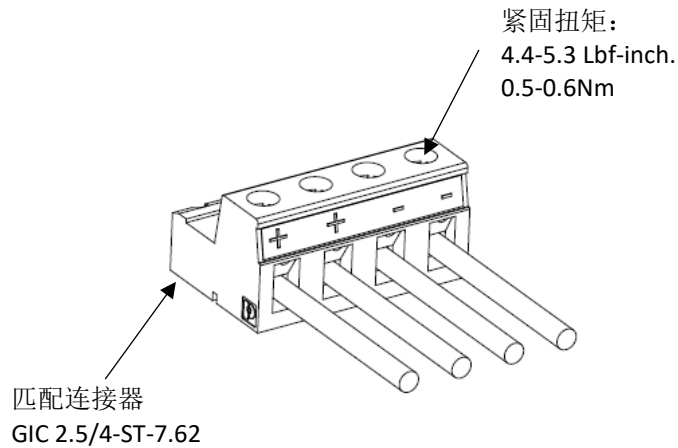

图 4-69：四线连接到输出插头
2. 将裸线插入端子并拧紧端子螺钉（见图 4-69）。紧固扭矩：4.4-5.3 Lbf-inch.(0.5-0.6Nm)。